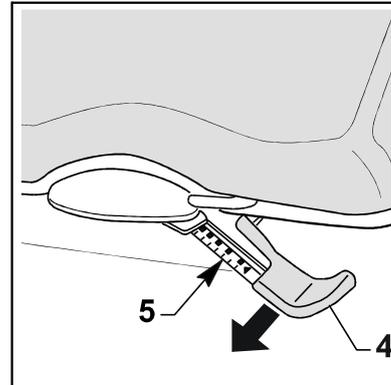

Fig. 2.9-3
Para regular a inclinação do encosto, levantar a alavanca (Fig. 2.9-3; item 2) e deslocá-lo para frente ou para trás até o ponto desejado
Para regular o banco para frente ou para trás no sentido longitudinal, desbloquear a alavanca (Fig. 2.9-3; item 3) que está do lado do banco.
Para regular o amortecedor, apertar com força a alavanca (Fig. 2.9-3; item 4) e soltá-la em correspondência ao peso corpóreo do usuário indicado na escala graduada. (Fig. 2.9-3; item 5) Para voltar no início da escala, puxar a alavanca até o fim do curso e então soltá-la.